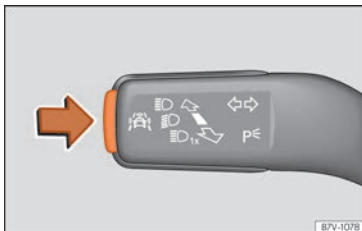

Abb. 83 Am Blinker- und Fernlichthebel: Taste für die Fahrerassistenzsysteme.
- Taste » **Abb. 83** kurz drücken, um das Menü **Assistenten** zu öffnen.